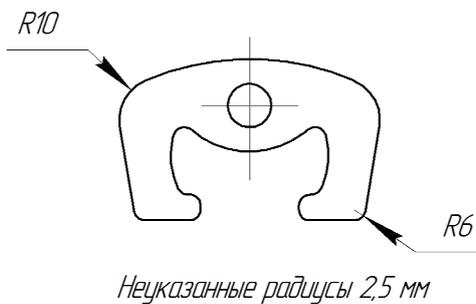

Рис. 1.24
Выполните скругление контура детали **Скоба** дугами по размерам, указанным на примере выполнения (рис. 1.24).
- Последовательно укажите курсором дугу и отрезок, между которыми необходимо построить скругление радиусом 6 мм (рис. 1.24).